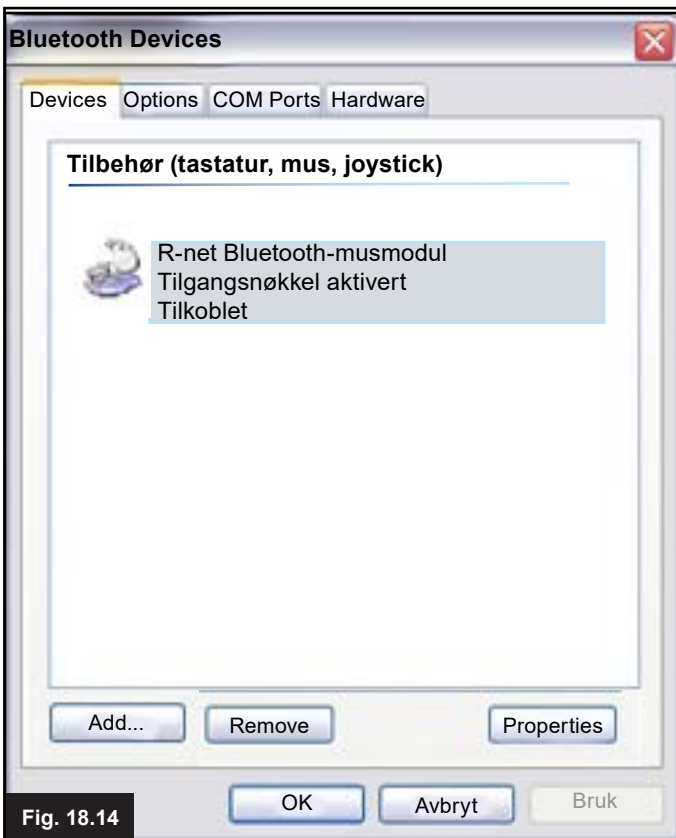

Fig. 18.14
15. Følgende vindu vil vises og den blå lampen på Bluetooth-modulen vil lyse (Fig 18.14).
16. Hvis prosessen ikke virker, trykk på "R-net Bluetooth Mouse Module" og deretter "Fjern" (Fig. 18.14). Start deretter prosessen igjen fra trinn 1.